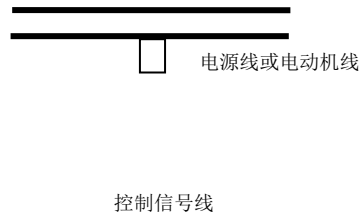

图 3-20 系统配线要求
- (1) 变频器到电动机的线缆(U、V、W 端子引出线)应尽量避免与电源线(R、S、T 或 R、T 端子输入线)平行走线。应保持 30 厘米以上的距离。
- (2) 变频器输出 U、V、W 端子三根电机线尽量置于金属管或金属布线槽内。
- (3) 控制信号线应采用屏蔽电缆，屏蔽层与变频器 GND 端相连，靠近变频器侧单端接地。
- (4) 变频器 PE 端接地电缆不得借用其它设备接地线，必须直接与大地相连。
- (5) 控制信号线不能与强电电缆(R、S、T 或 R、T 与 U、V、W)平行近距离布线，不能捆扎在一起，保持 20~60 厘米(与强电电流大小有关)以上的距离。如果要相交，则应相互垂直穿越，如图 3-20 所示。
- (6) 控制信号和传感器等弱电接地线必须与强电接地线分别独立接地。
- (7) 禁止在变频器电源输入端(R、S、T 或 R、T)上连接其它设备。